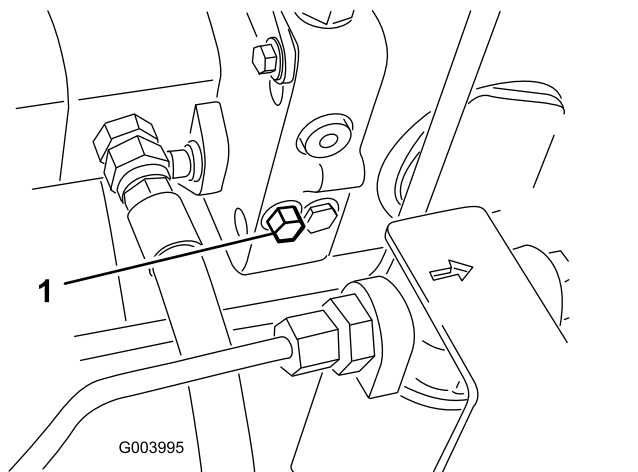

Рисунок 62
1. Найдите перепускной клапан с левой стороны гидростата (Рисунок 62).